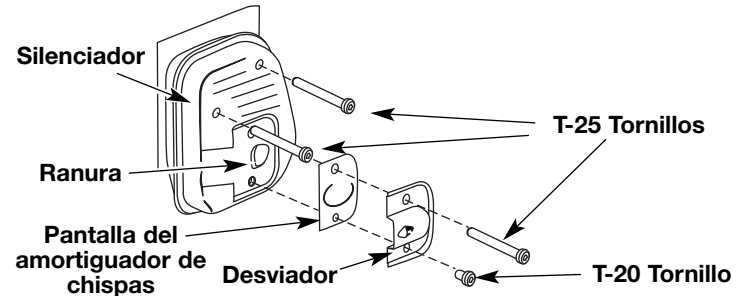

Fig. 35
- Con un destornillador de vástago plano o broca Torx T20 y Torx T25, saque el 4 tornillo que conecta la cubierta del amortiguador de chispas al silenciador (Fig. 35).